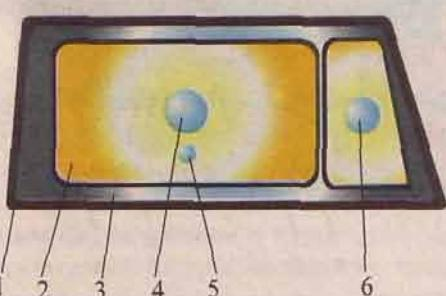

Рис. 61 Блок-фара
**Блок-фара** (рис. 61) состоит из корпуса, отражателя и рассеивателя. Внутри нее в специальном гнезде установлена лампа, имеющая два режима работы - ближнего и дальнего света фар. Управление режимами работы фар производится из салона автомобиля с помощью переключателя. Также в фаре находится лампа габаритного света, которая включается для обозначения размеров машины. В этом же общем корпусе располагается и лампа указателя поворота.